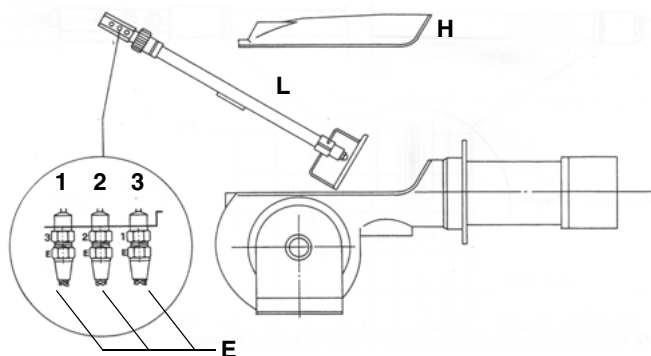

Рис. 15
- Открутить мазутные соединительные детали Е, которые крепят мазутные шланги к фурме, и снять полностью весь узел, как показано на Рис. 15.